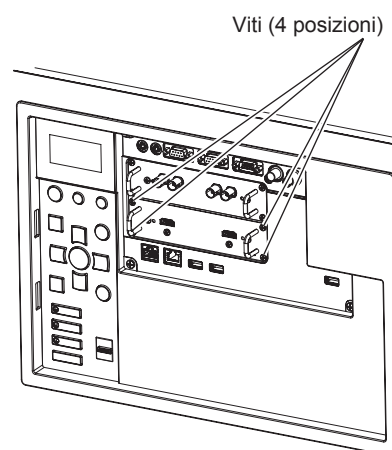

Fig. 3
3) Fissare la scheda di interfaccia. (Fig. 3)